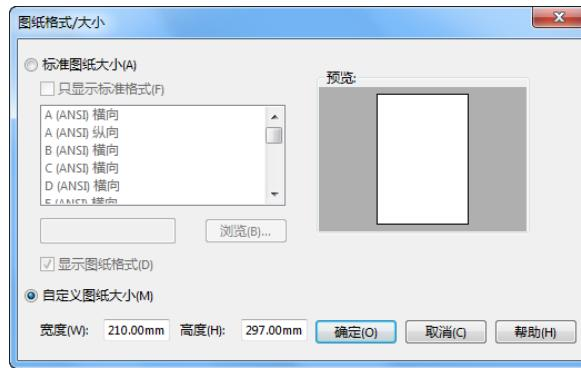

图 8-8 无图纸格式的设置
3. 无图纸格式。单击“图纸格式/大小”对话框中的“自定义图纸大小”复选框，在下面的“宽度”和“高度”对话框中输入设置的数值，如图 8-8 所示。该方式只能定义图纸的大小，没有图框和标题栏，是一张空白的图纸，在“预览”一栏可以查看预览效果。